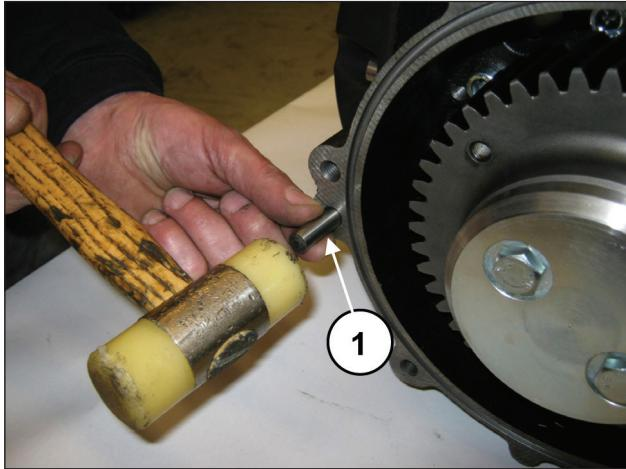
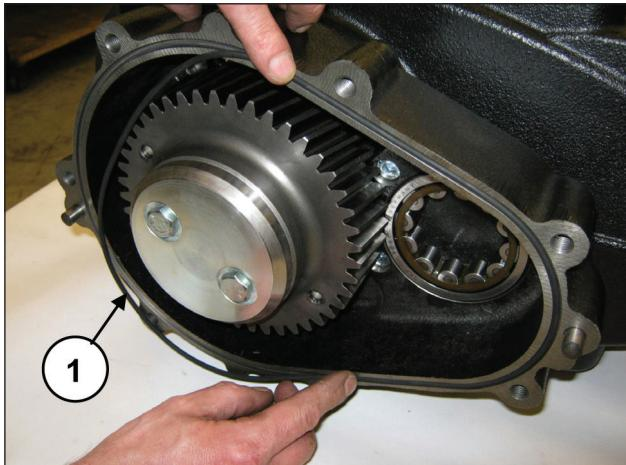

Fig. 80
Fig. 81
Appliquer les 2 goupilles Ø10x24 au boîtier du réducteur (rep. ①, Fig. 80), puis placer le joint torique (rep. ①, Fig. 81).